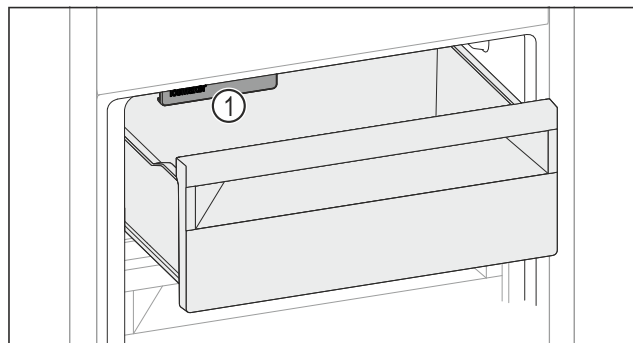

Fig. 115
► Учитывайте IceMaker Fig. 115 (1).